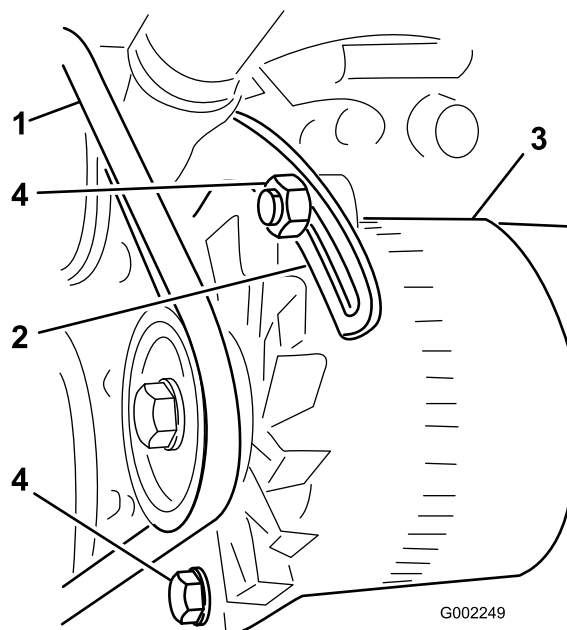

Figura 101
3. Slăbiți urubul de la punctul de articulație al alternatorului; slăbiți urubul care fixează alternatorul de suportul canelat (Figura 101).